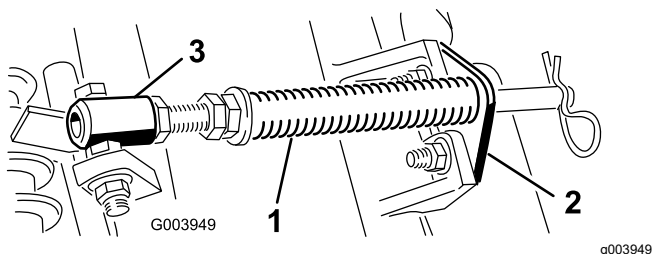

Рисунок 4
1. Удалите два каретных болта и гайки, которые крепят кронштейн штока к выступам режущего блока (Рисунок 4).
2. Отверните фланцевую гайку, которая крепит болт трубки пружины к выступу несущей рамы (Рисунок 4). Снимите этот узел.
Примечание: Головку болта следует расположить в направлении наружной стороны выступа, как показано на Рисунок 4.